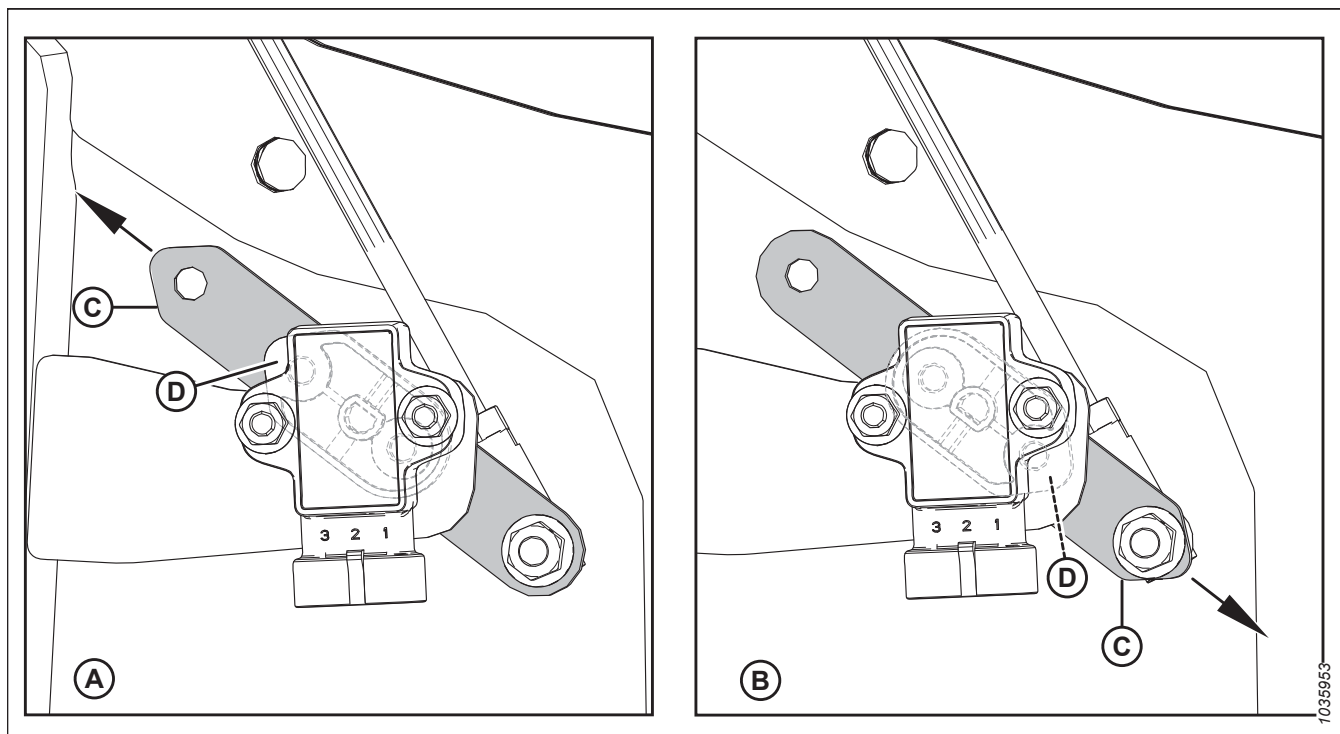

Figura 3.213: Configurazioni del braccio/puntatore del sensore
4. Verificare che il braccio (C) e l'indicatore (D) del sensore siano configurati correttamente per la macchina in uso; vedere la Figura 3.213, pagina 172.